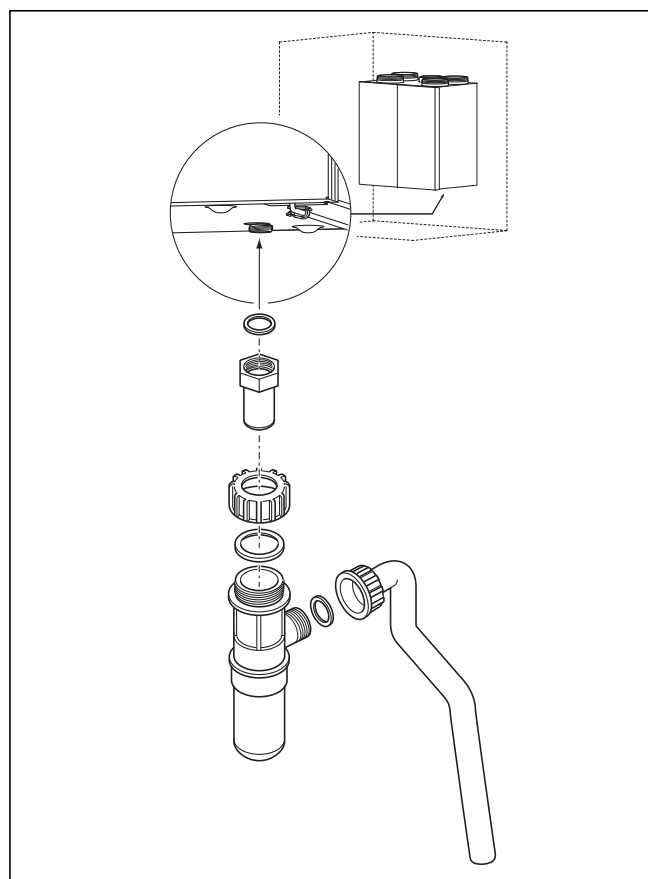

Fig. 4.7 Montering af vandlås for kondensvand
- Slut den medfølgende vandlås for kondensvand til tilslutningsstykket (se fig. 4.7).